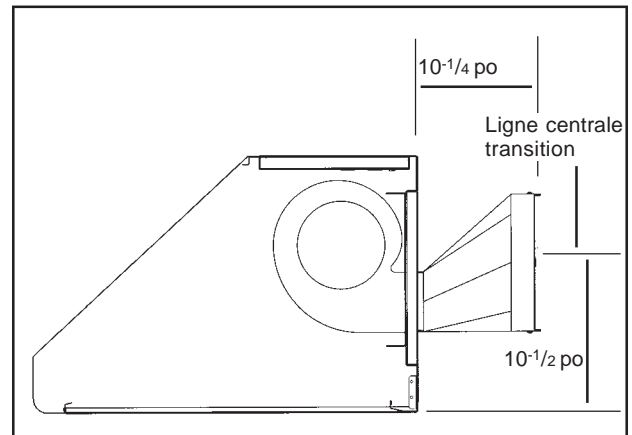

Figure 6
La transition fournie avec la hotte se branche sur un conduit rond 10 po standard. La figure 6 montre la transition branchée sur la décharge horizontale.
- Avant de suspendre la hotte, installer la transition selon la figure 6. Fixer la transition avec 2 vis (n° 8 x 3/8 po, à métal, fournies) et apposer du ruban adhésif selon les codes applicables.